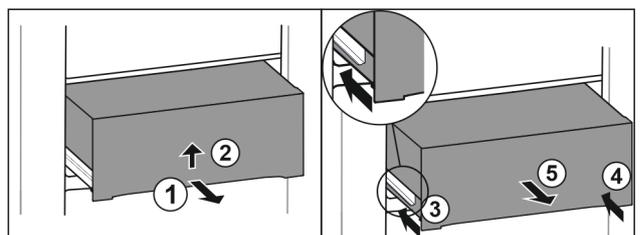

Fig. 72
- ▶ Schubfach halb herausziehen. Fig. 72 (1)
- ▶ Schubfach an der Unterseite anheben. Fig. 72 (2)
- ▶ Linke Schiene einschieben. Fig. 72 (3)
- ▶ Rechte Schiene einschieben. Fig. 72 (4)
- ▶ Schubfach nach vorne entnehmen. Fig. 72 (5)